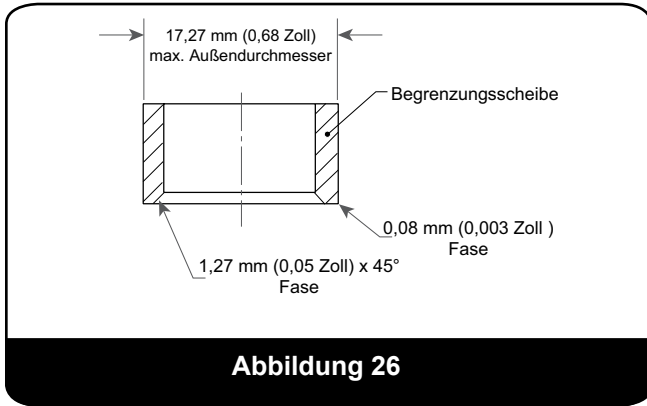

Abbildung 26
- B. Bei Balgventilen muss die Begrenzungsscheibe auch am unteren Außendurchmesser abgeschrägt sein, wie in Abbildung 26 gezeigt.